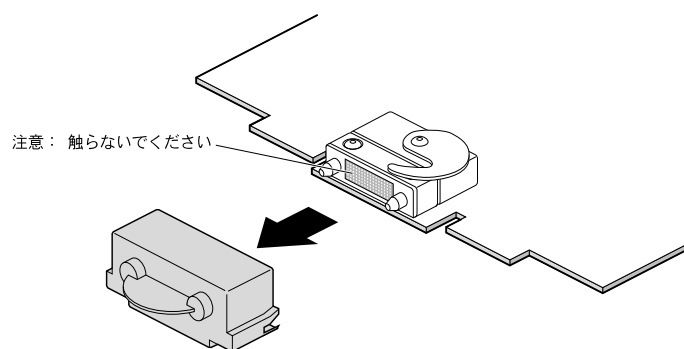

図2-15 圧接コネクタからのキャップの取り外し
5. 図2-15 に示すように、VPro Graphics Board、DMediaPro Board、および取り付けられているほかの XIO ボードの XIO 圧接コネクタからキャップを取り外します。